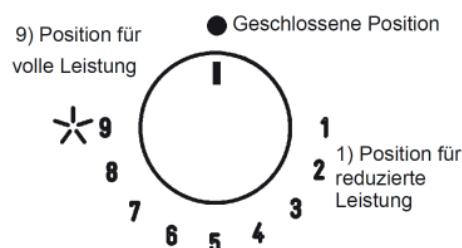

Abb.21
Drücken und drehen Sie den Knopf, der dem gewünschten Brenner entspricht, gegen den Uhrzeigersinn, bis er die Position der vollen Leistung erreicht ★ (Position 9, Abb. 21), dann geben Sie den Knopf frei, der Hahn ist mit einer Skala von 9 Positionen ausgestattet, mit jedem Klick wird die Flamme reduziert, bis Sie die Position 1 erreichen, d.h. die minimale Gaszufuhr.
Die Knöpfe von Brennern mit Zündsicherung müssen gegen den Uhrzeigersinn gedreht werden, bis sie die Stellung der vollen Leistung (Position 9, Abb. 21) erreichen und zum Stillstand kommen. Drücken Sie nun den betreffenden Knopf und wiederholen Sie die zuvor beschriebenen Vorgänge.
- Wenn die Pfanne zum Kochen kommt, stellen Sie den Drehknopf auf die Position für reduzierte Leistung (Position 1, Abb. 21).
- **Brenner mit Zündsicherung dürfen nur dann angezündet werden, wenn der entsprechende Knopf auf die Position der vollen Leistung (Position 9, Abb. 21) gestellt ist.**